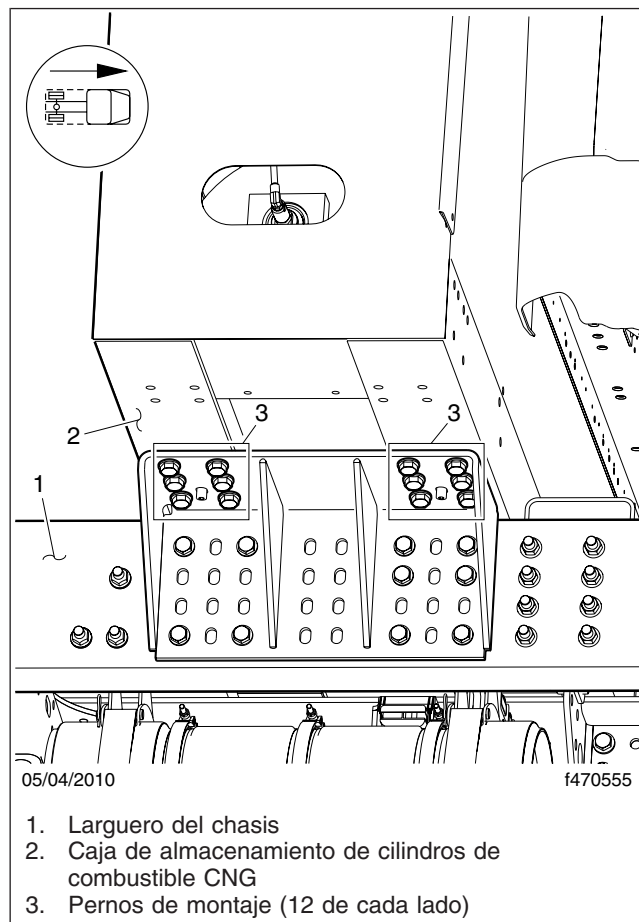

Figura 7, Soporte de montaje de la caja de almacenamiento de cilindros de combustible (lado del pasajero)
3. Asegúrese de que la caja de almacenamiento de los cilindros de combustible estén sujetos al chasis. Haga una inspección para ver si hay algún indicio de holgura. Si es necesario, apriete los pernos de montaje de la caja de almacenamiento a 185 lbf·ft (251 N·m). Vea la **Figura 7**.
NOTA: Durante la inspección inicial de preentrega (PDI), apriete los pernos de montaje de la caja de almacenamiento (**Figura 7**) a 200 lbf·ft (271 N·m).